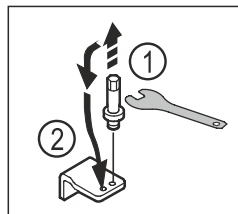

Fig. 17
- ▶ S ključem z zunanjim šestkotnikom velikosti 5 odvijte sornik spodnjega ležajnega podstavka. Fig. 17 (1)
- ▶ Sornik vstavite na nasprotni strani. Fig. 17 (2)